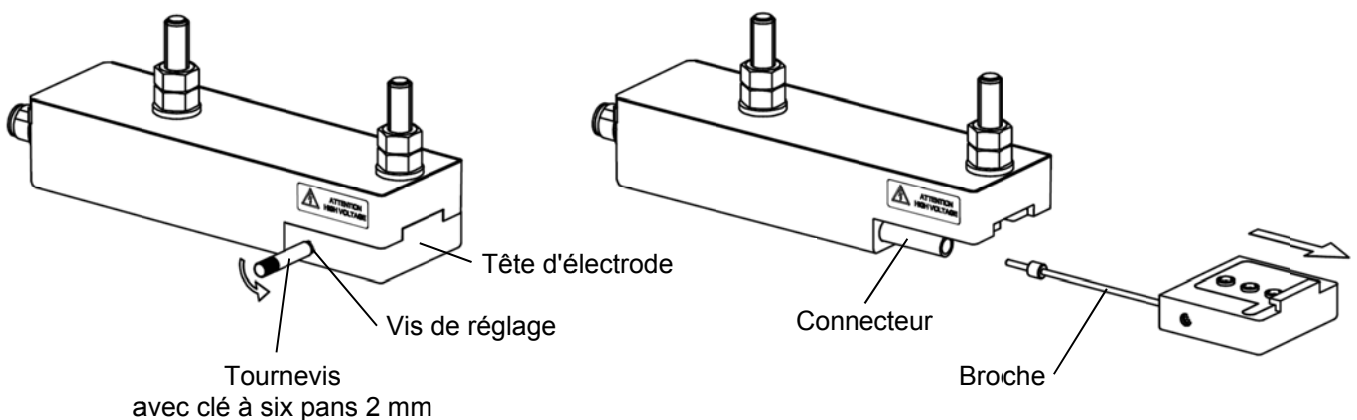

Figure 6, remplacement de la tête d'électrode
- 2 Retirer la tête d'électrode du *Perfomaster* (Voir Figure 6).